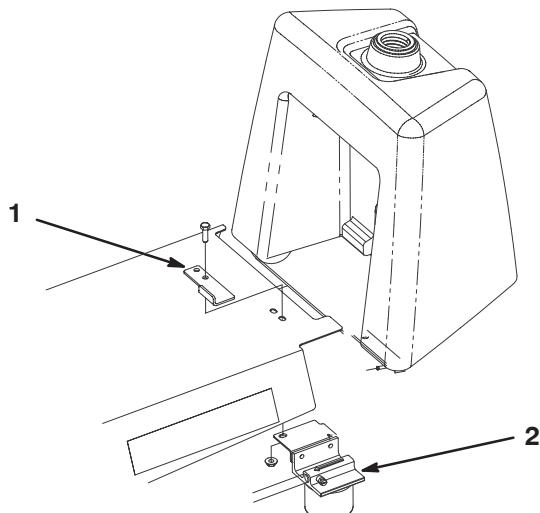

Figura 3
- Recorrendo ao parafuso e porca desmontados e a um parafuso de 5/16 x 1" e porca fornecidos com as peças soltas, fixe o batente do banco e o separador de água à parte inferior da saia com (2) parafusos e porcas de segurança. Posicione o batente como se indica na Figura 3.